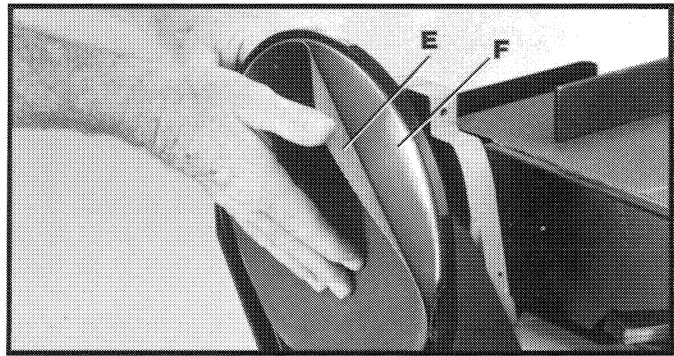

Fig. 46
4. Quite el disco viejo (E) como lo ilustra la Fig. 46.
5. Asegúrese que el plato del disco (F) Fig. 46 esté limpio, y quite el respaldo del disco de lijado nuevo. Oprima el disco de lijado nuevo firmemente en su sitio sobre el plato del disco (F), y reponga la tapa inferior y el conjunto de mesa que fueron quitados en los **PASOS 2 y 3.**